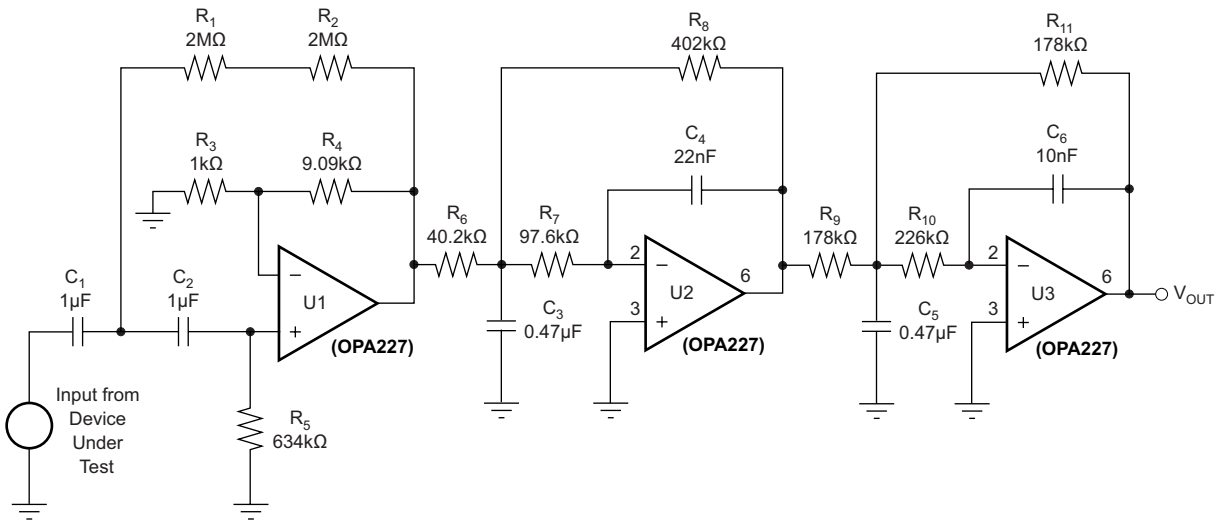
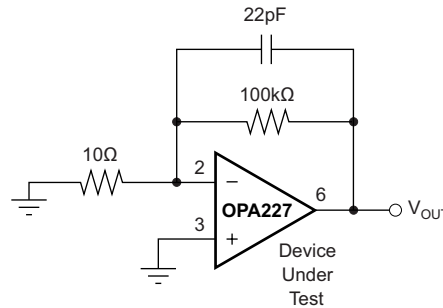

图 41. 使用 0.1Hz 至 10Hz 带通滤波器来测试 OPAx22x 系列的
图 42. 噪声测试电路
图 41 显示了用于测试 OPA227 和 OPA228 噪声的 0.1Hz 至 10Hz 带通滤波器。滤波器电路是使用德州仪器 (TI) FilterPro 软件 (可通过 [www.ti.com](http://www.ti.com) 获取) 设计的。图 42 显示了噪声测试所需的 OPA227 和 OPA228 配置。